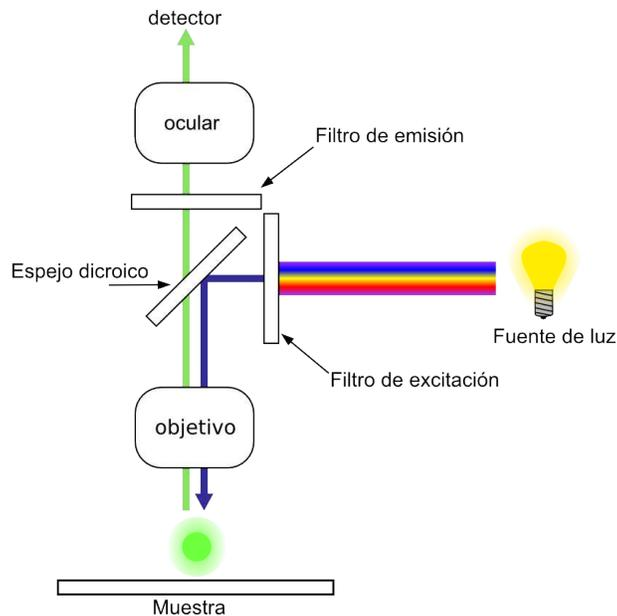

Figura 4: Esquema de la organización interna de un microscopio de fluorescencia y movimiento y filtrado del haz luminoso.
6. La figura 4 es de H. Mühlpfordt y ha sido obtenida de la página Wikimedia Commons: [http://commons.wikimedia.org/wiki/File:FluorescenceFilters\\_2008-09-28.svg](http://commons.wikimedia.org/wiki/File:FluorescenceFilters_2008-09-28.svg).